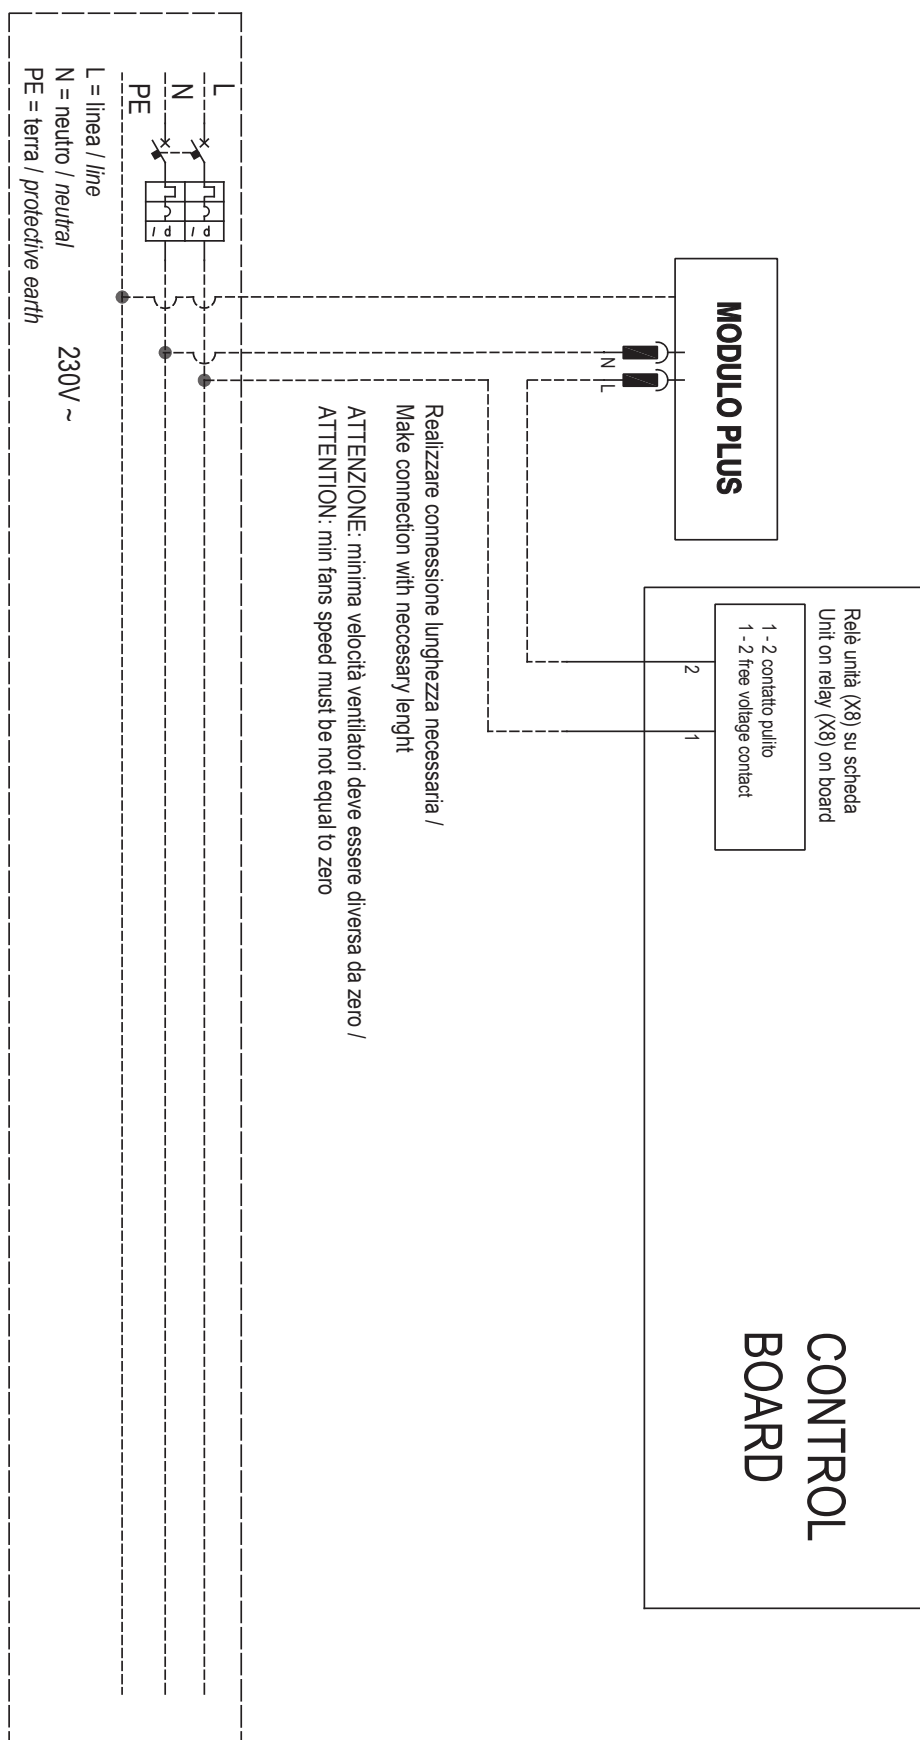

fig. 11
- Prima di mettere in funzione il dispositivo controllare la perfetta integrità dei vari componenti e dell'impianto elettrico a cui va collegata (fig.11).
- Before starting the device, check that the various components and the electrical system (fig. 11) the device is connected to are in perfect order.